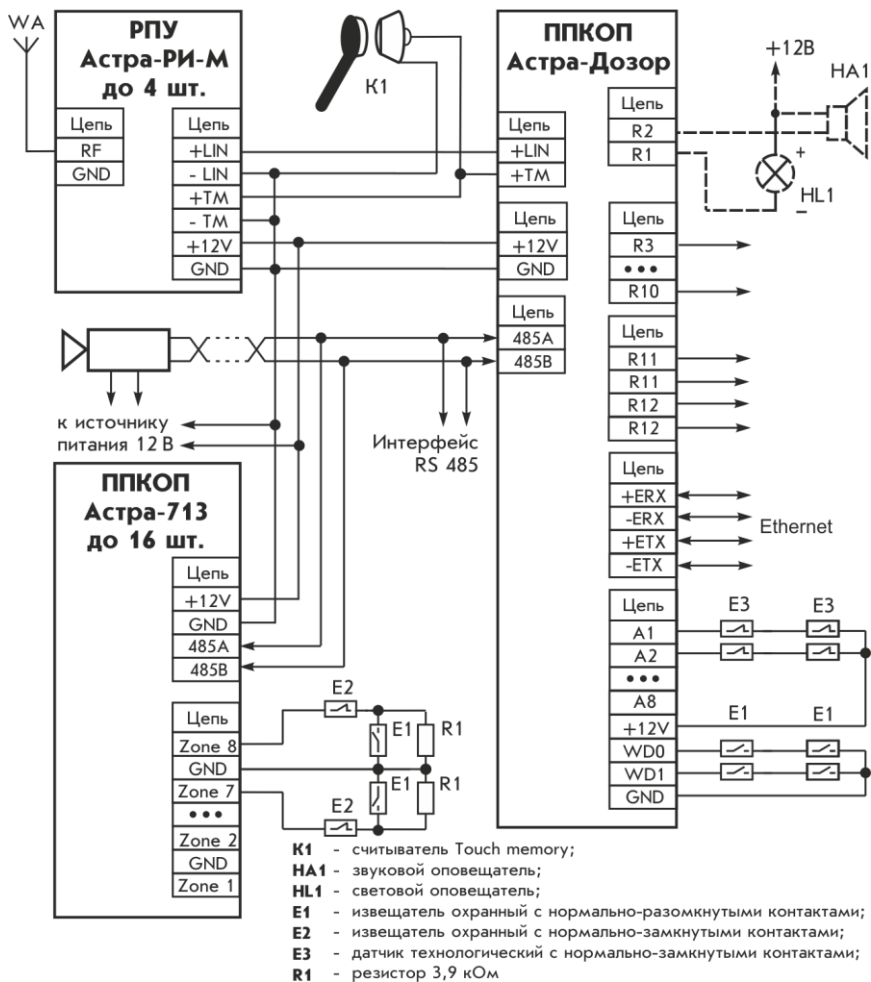

Рисунок 2 - Схема подключения
- 1) На все ШС подключить сопротивления R1 согласно схеме подключения (рисунок 2).